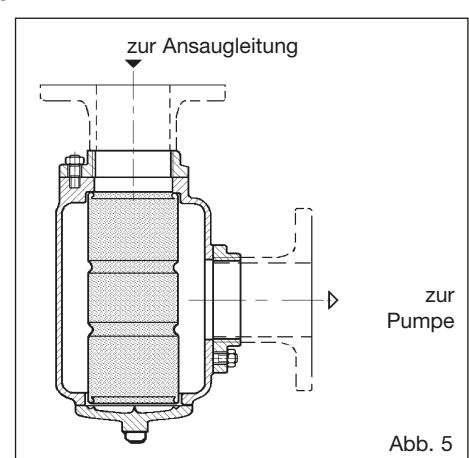

Abb. 5
- 7.6.7** In die Ansaugleitung einen Filter einsetzen, der eventuelle Verunreinigungen oder Fremdkörper in der Flüssigkeit zurückhält, die zu einem Blockieren der Pumpe führen könnten. Der Korb des Filters muss eine ausreichend große freie Fläche für den Durchlass aufweisen, um zu große Lastverluste am Eingang der Pumpe zu vermeiden. Besonders bei hoher Viskosität auf die Größe des Filters achten: Es ist besser, den Filter großzügig zu dimensionieren. Die Durchlassöffnungen des Netzes müssen so dimensioniert werden, dass sie den ordnungsgemäßen Betrieb nicht beeinträchtigen. Im Folgenden werden die max. Abmessungen der Filteröffnungen für die verschiedenen Größen angegeben: Den Filter so montieren, dass er einfach gereinigt werden kann. Bei der Montage des Filters auf die folgenden Punkte achten: Der Fluss muss den Angaben des Herstellers entsprechen und er muss in jedem Fall vom Inneren zum Äußeren der Kartusche führen. Varisco fertigt Filter mit auswechselbarem Korb, die ohne Werkzeug geöffnet werden können (Abb. 5). Siehe die empfohlene Montageposition auf dem Plan. Diese Position gestattet eine schnelle Reinigung des Korbs.